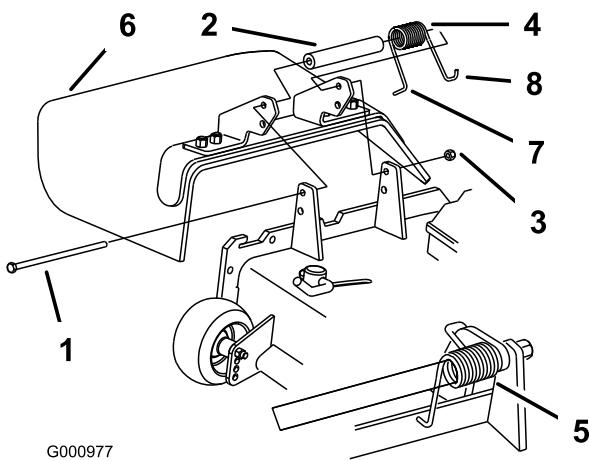

Figura 36
1. Retire la contratuerca, el perno, el muelle y el espaciador que sujetan el deflector a los soportes de pivote (Figura 36). Retire el deflector de hierba dañado o desgastado.
Nota: Asegúrese de colocar el extremo en **L** del muelle detrás del reborde de la carcasa antes de instalar el perno, según se muestra en Figura 36.
3. Instale el perno y la tuerca. Coloque el extremo en **J** del muelle alrededor del deflector de hierba (Figura 36).